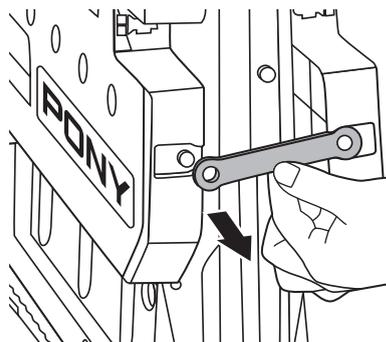

Рисунок 2
3. Снимите фиксаторы положения с обеих сторон. (Рисунок 2)